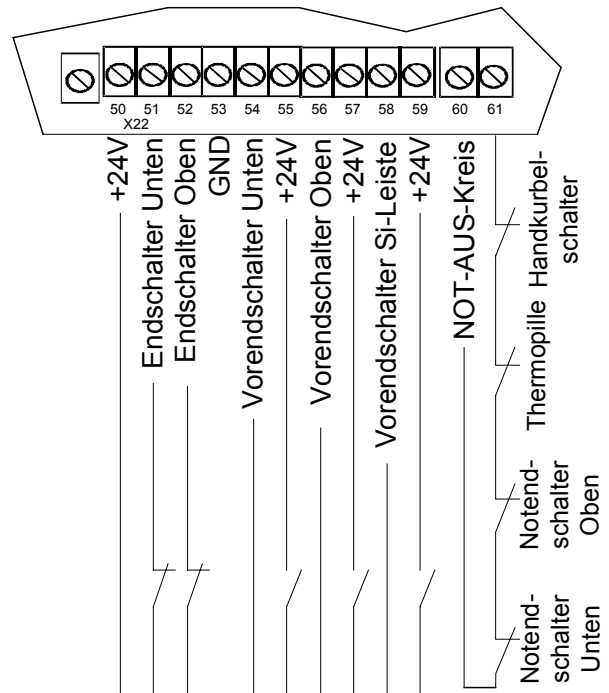

Abbildung 10: Anschluss Nockenendschalter
P.205: 0 = Mechanische Endschalter Version 1 (Abbildung 10: Anschluss Nockenendschalter)